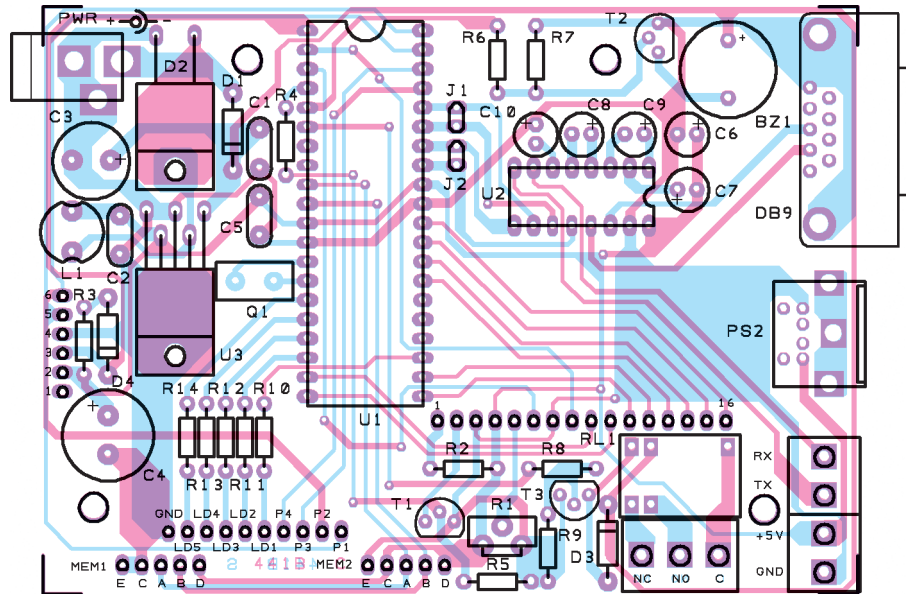

Figure 11: Schéma d'implantation des composants de la carte de base de la platine d'essais GPS.
Le système peut être subdivisé en trois blocs fonctionnels (donnant d'ailleurs les trois cartes des figures 11, 14 et 17) :
- L'unité principale d'élaboration des données et de gestion des I/O (entrée GPS, buzzer, relais, etc.) : figures 11, 12 et 13.
La carte principale (figures 11, 12 et 13) comporte le microcontrôleur, le convertisseur RS232/TTL, les entrées et les sorties. Pour la réaliser, nous avons conçu un circuit imprimé double face à trous métallisés, permettant un haut degré d'intégration, afin que l'appareil puisse garder de petites dimensions.